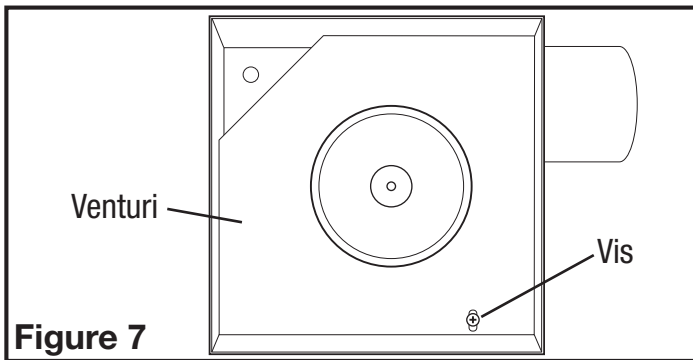
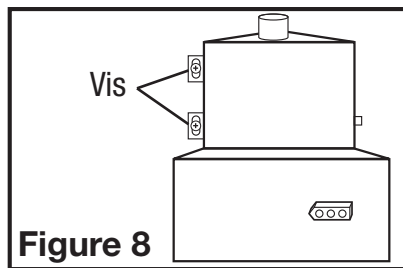

Figure 7
Figure 8
- 1b. Compartiment de Câblage Intérieur: Enlever le vis retenant en place l'ensemble venturi du ventilateur et soulever pour sortir l'assemblage hors du châssis (Figure 7). Enlever la vis du couvercle du compartiment à câblage et mettre ce couvercle dans un endroit fiable (Figure 8).